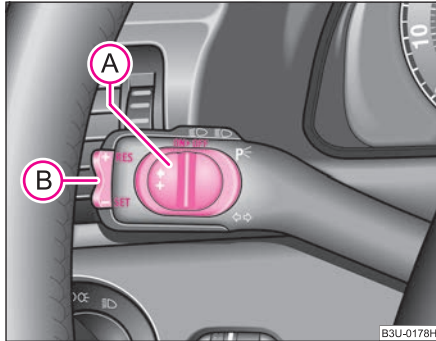

Fig. 122 Maneta: tasta și comutatorul sistemului de viteză de croazieră
- Deplasați comutatorul (A) ⇒ pagina 129, fig. 122 în poziția **ON**.
- După atingerea vitezei dorite apăsați tasta (B) în poziția **SET**.
- Viteza memorată poate fi **mărită** fără acționarea pedalei de accelerație, prin apăsarea tastei (B) ⇒ pagina 129, fig. 122 în poziția **RES**.
- Sistemul de viteză de croazieră mai poate fi dezactivat prin deplasarea comutatorului **(A)** ⇒ pagina 129, fig. 122 spre dreapta - în poziția intermediară, dinaintea poziției **OFF**. Comutatorul va reveni singur în poziția **ON**.
Reluarea vitezei memorate are loc după eliberarea pedalei de frână sau de ambreiaj; la autovehiculele cu cutie de viteze automată numai după eliberarea pedalei de frână și după apăsarea scurtă a tastei **(B)** ⇒ pagina 129, fig. 122 în poziția **RES**.
- Deplasați comutatorul **(A)** ⇒ pagina 129, fig. 122 spre dreapta, până la limită, în poziția **OFF**. ■